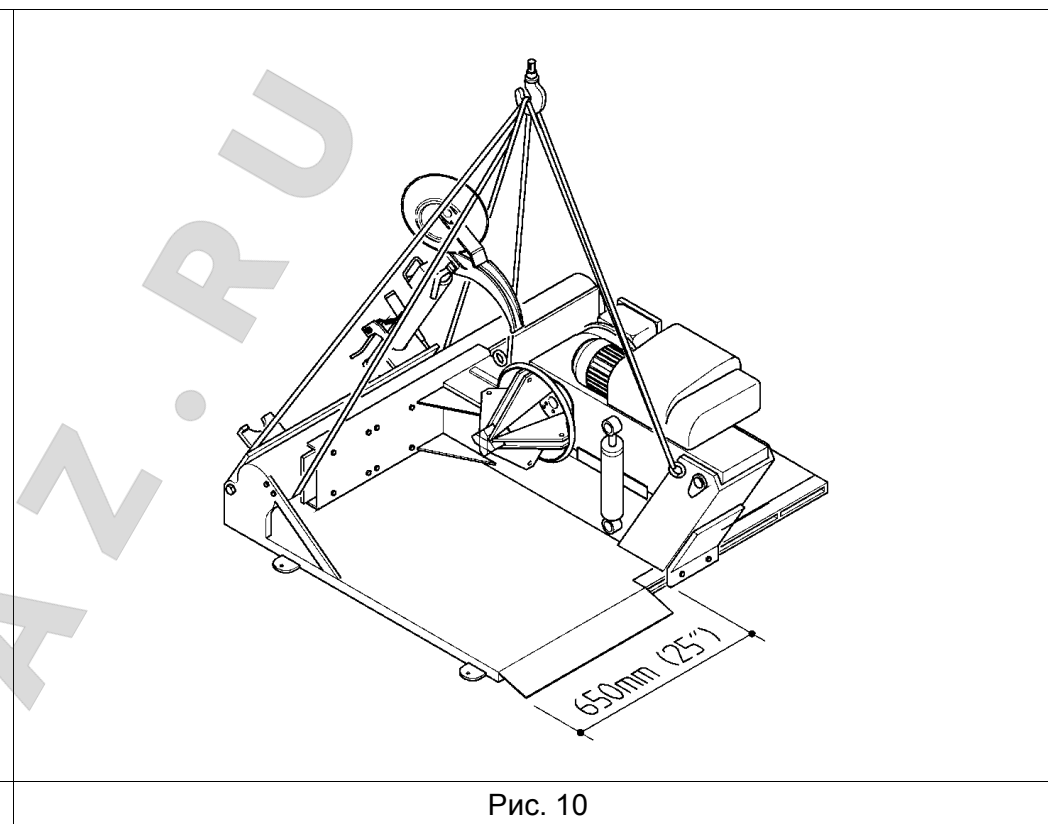

Рис. 10
**А.** Перед подъёмом станка убедитесь, что зажимное устройство полностью закрыто, зажимной рычаг находится в крайнем нижнем положении, патрон зажимного устройства и монтажный рычаг находятся в позиции соответственно Рис. 10.
**В.** Удалите винты прикрепляющие станок к поддону. Поднимите станок за две подъёмные проушины при помощи ремня или троса соответствующей длины и прочности (300 см - 10') (Рис.10).